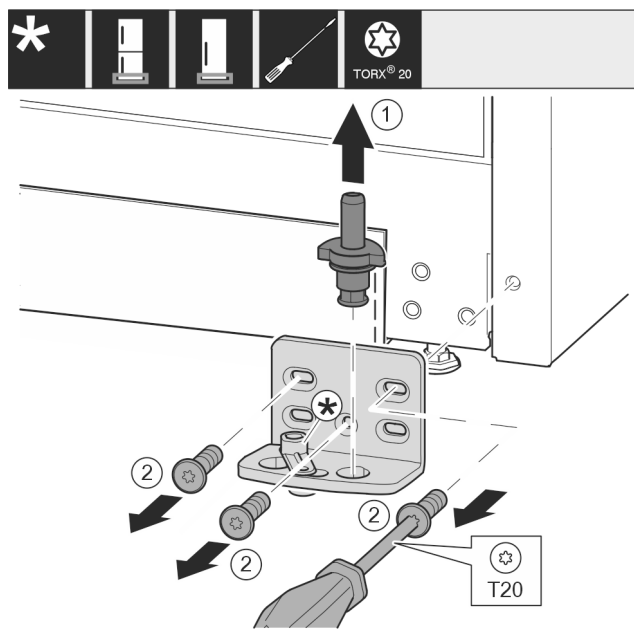

Fig. 13
- Estrarre completamente il perno di supporto verso l'alto. Fig. 13 (1)
- Svitare le viti con il cacciavite T20 e rimuovere il blocco di supporto. Fig. 13 (2)